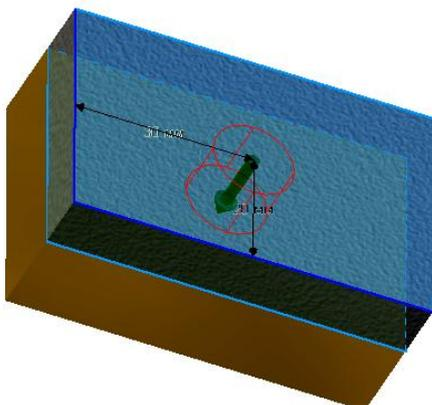

Рис. 78. Размещение центра соединения болтом
5. Выберите первое ребро для позиционирования точки центра болтового соединения и установите расстояние 20 мм, а затем повторите процедуру, выбрав другое ребро, и задайте расстояние 30 мм (рис. 78). Центр отверстия под болт разместится точно в центре пластины.